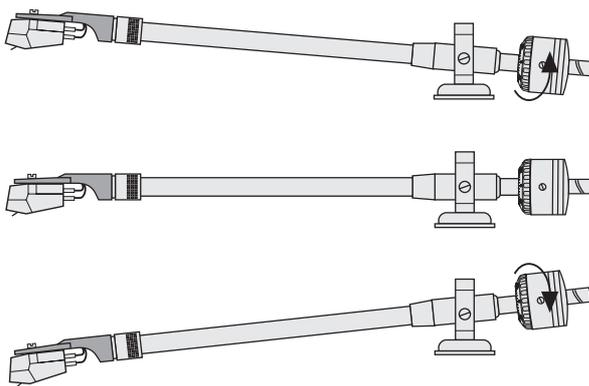

Abb. 6 Tonarm ausbalancieren
5. Führen Sie den Tonarm seitlich mit der linken Hand, damit die Nadel nicht am Plattenteller anstößt. Verdrehen Sie mit der rechten Hand das Gegengewicht so, dass der Tonarm genau waagrecht stehen bleibt und nicht nach oben oder unten schwingt (Abb. 6).